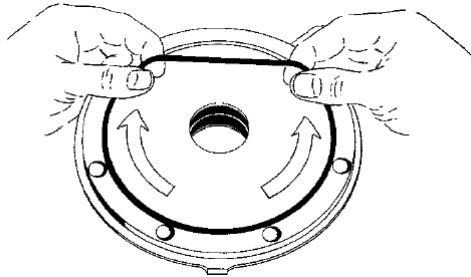

Figura 6
2. Instale un nuevo O-ring del cabezal (72) en la ranura del cabezal. Engrase ligeramente la circunferencia externa del O-ring para facilitar la instalación del cabezal. Comience a insertarla de un lado de la ranura, estirando hacia delante con los dedos. Consulte la figura 6.